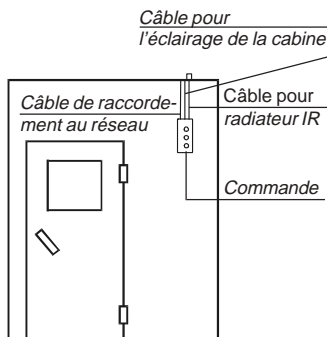

Fig. 4
2. Installation électrique (voir Fig. 4)